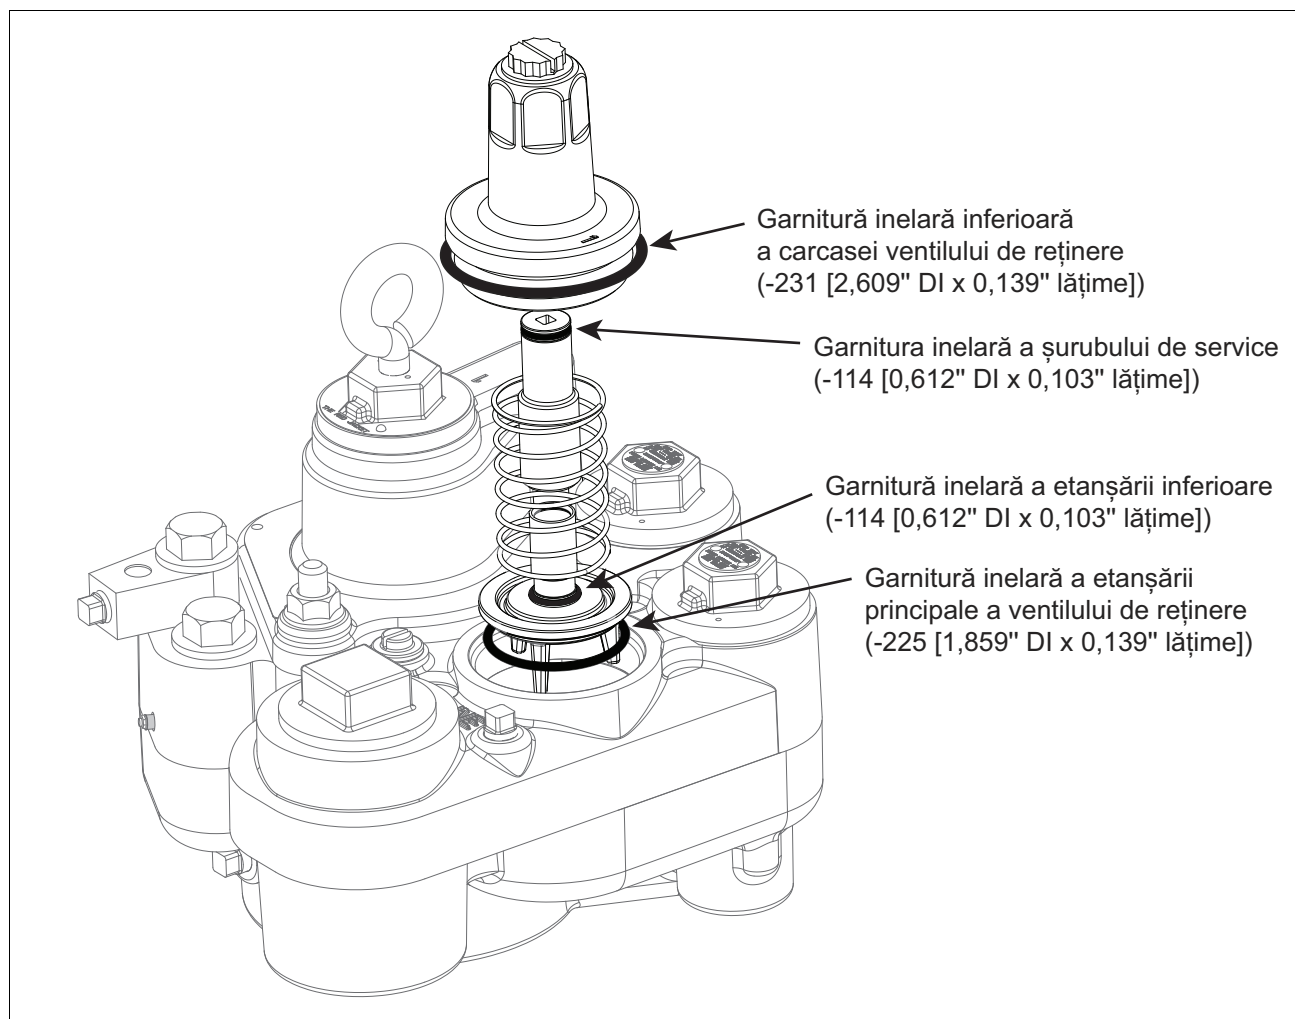

Figura 30. Introducerea ansamblului ventil de reținere în distribuitor
6. Cu garnitura inelară montată și lubrifiată, introduceți ventilul de reținere pe scaunul său din distribuitor și puneți noul arc peste ventilul de reținere (vezi Figura 30). Puneți carcasa ventilului de reținere cu garnitură inelară peste arc și ventilul de reținere și strângeți bine cu mâna. Strângeți carcasa cu un cuplu de 40 - 50 ft-lbs (54 - 67 N•m).